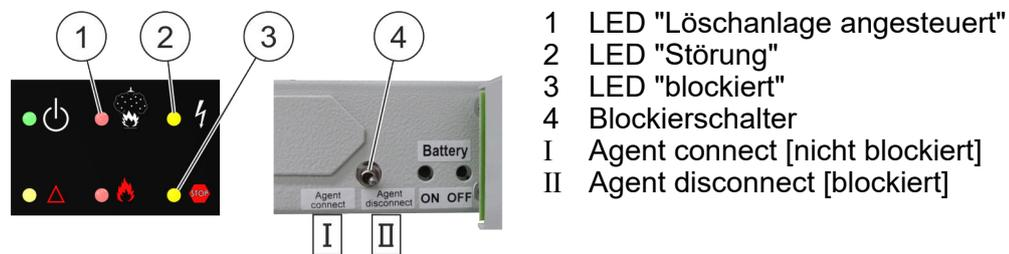

Abb. 42: Blockierung
- Das System vor einem Funktionstest blockieren. Dazu den Blockierschalter (Abb. 42/4) auf "Agent disconnect [blockiert]" (Abb. 42/II) schalten.
- Die obere gelbe LED (Abb. 42/2) leuchtet.
Ist eine mit Türkontaktschalter ausgerüstete Tür geöffnet, leuchtet zusätzlich die untere gelbe LED (Abb. 42/3).
- Vor Aufhebung der Blockierung sicherstellen, dass die obere rote LED (Abb. 42/1) **nicht** leuchtet, da andernfalls der Löschvorgang sofort eingeleitet wird.